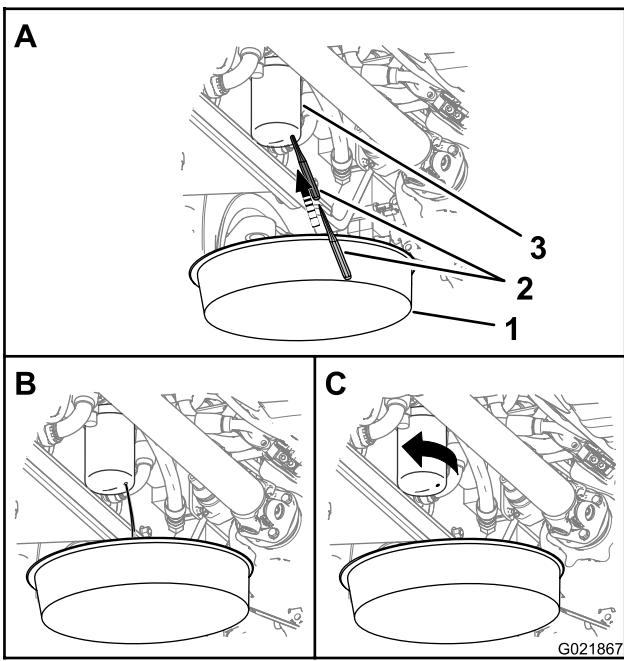

Figure 94
Remarque: Vous pouvez accéder au filtre de pression hydraulique sous le côté droit de la machine, derrière le réservoir hydraulique (Figure 94).
1. Placez un récipient sous le filtre de pression hydraulique (Figure 94).
2. Percez le fond du filtre de pression hydraulique pour permettre au liquide hydraulique de s'écouler dans le récipient (Figure 94).
3. Tournez le filtre de pression hydraulique dans le sens antihoraire pour le retirer (Figure 94).